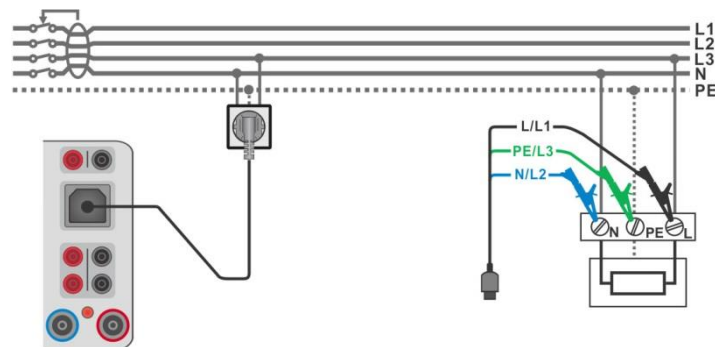

Abbildung 6.84: Z Auto Messung Verbindungen
- Verbinden Sie das 3-drahtige Prüfkabel oder das Steckerprüfkabel mit dem zu prüfenden Objekt, siehe **Abbildung 6.84**.